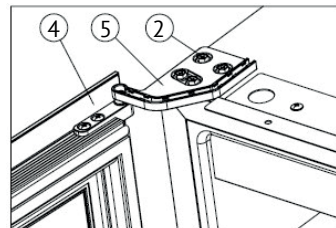

Bild 6
➔ Drehen Sie die Tür ④ um 180 Grad und setzen Sie das rechte untere Scharnier ⑤ ein, ziehen Sie die M5\*16-Schrauben ② fest (Bild 6).